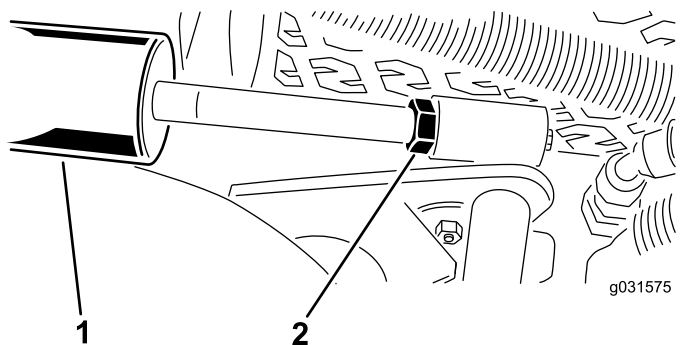

Рисунок 15
- A. Опустите режущие блоки и ослабьте затяжку контргайки на цилиндре (Рисунок 15).